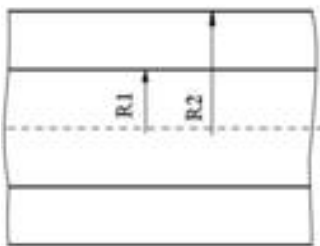

Рис. 7.1
2. Прочтите условия задачи: Дано: Распределение механических напряжений в длинном соленоиде Рис. 7.1.
Необходимо начертить модель по размерам данным на Рис. 7.1, на поле, выставив шаг привязки сетки по 0,5 см. По аналогии с первой лабораторной работой должна получиться модель представленная на Рис 7.2а. с сеткой конечных элементов Рис. 7.2б.